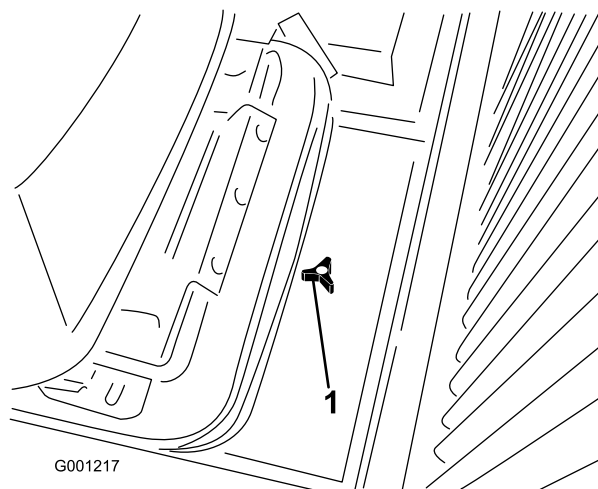

Figura 32
1. Afloje el pomo y retire la tapa de acceso en la parte de atrás de la placa de montaje del asiento (Figura 32).